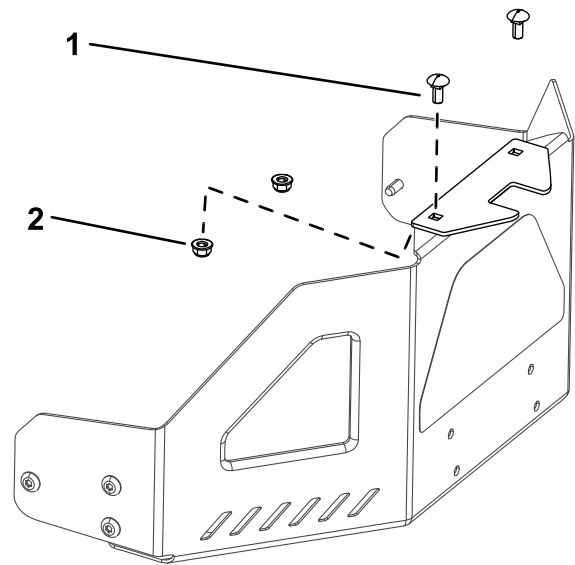

Bild 9
1. Befestigen Sie den Stabilisatorbügel mit zwei Schlossschrauben (5/16" x 3/4") und zwei Sicherungsmuttern (5/16") an der Motorschutzvorrichtung (Bild 9).